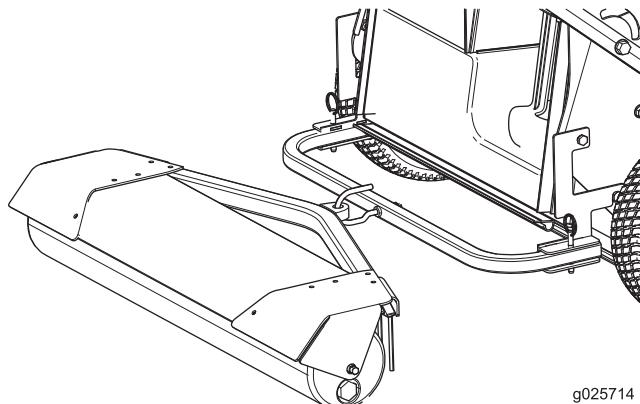

Figure 4
- Accrochez le rouleau traceur remorqué au crochet (Figure 4).